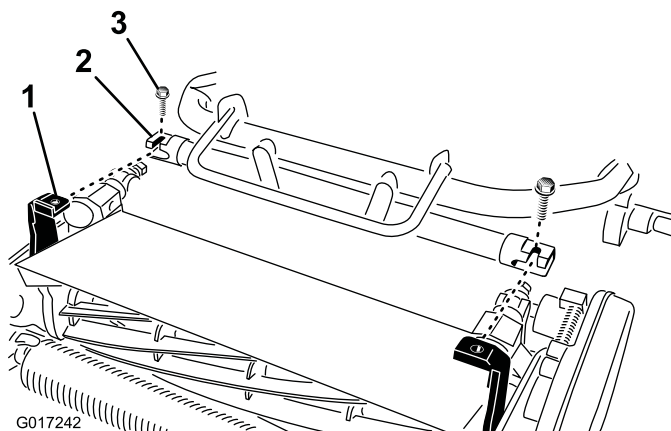

Figure 5
4. Manœuvrez le cadre du groupe de déplacement (Figure 5) en avant jusqu'à ce qu'il s'engage avec les bras pivotants du plateau de coupe.
5. Fixez le cadre du groupe de déplacement aux bras pivotants du plateau de coupe avec 2 boulons (3/8 x 3/4 po) (Figure 5)